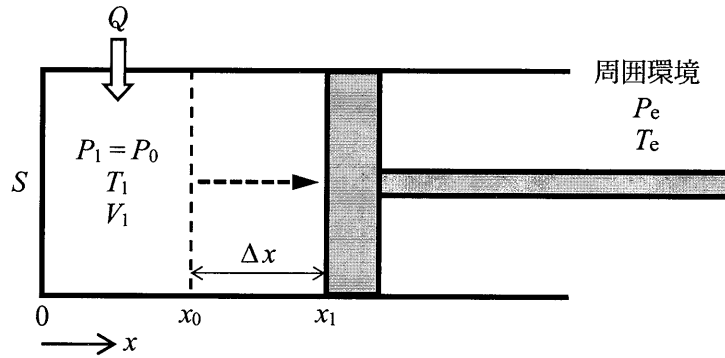

図2 状態1
1) 初期状態において、ピストンを可逆的に自由に動ける状態のまま、シリンダ内の理想気体に、外部から熱量 Q を供給したところ、図2のように、ピストン内の圧力 P_0 が周囲環境の圧力 P_e と同じ状態のまま、温度が $\Delta T (=T_1 - T_0)$ 変化し、ピストンは x 方向に Δx だけ動いて、体積は $\Delta V (=V_1 - V_0)$ 変化した。この状態を状態1とする。